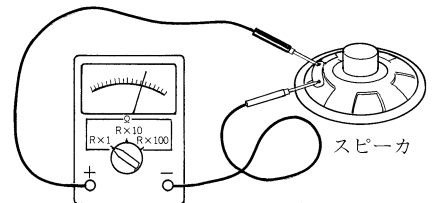

図19 スピーカの検査
- 図19のように、回路計を抵抗レンジにして、テスト棒をスピーカの両端子に当てたとき、指針が大きく振れ、クリック(カリッという音)が出ればよい。